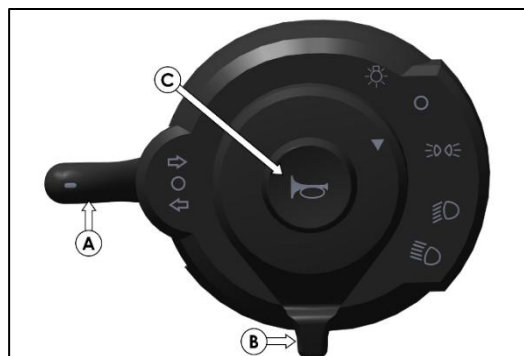

Abb. 81 – KOMBISCHALTER
1. Kombischalter (Abb. 81)
Der Blinkerhebel, der in Abb. 81 mit A bezeichnet ist, weist folgende zwei Bedienungssymbole auf:
Der Schalter Fahrzeugbeleuchtung, der in Abb. 81 mit B gekennzeichnet ist, kann nur betätigt werden, wenn sich der Zündschlüsselschalter in der Stellung EIN befindet.
- Der Hupenschalter ist in Abb. 81 mit C gekennzeichnet.